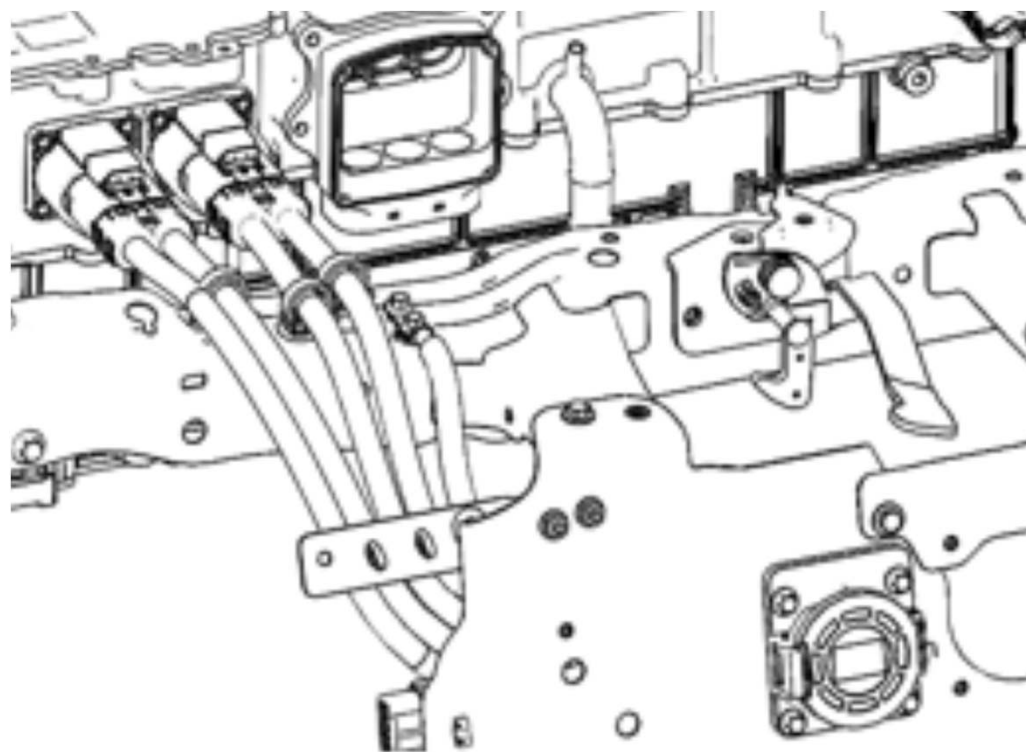

图6-2-14 交流充电口
3) 拆、装交流充电口，如图6-2-14所示。
①拆卸交流充电口：
②安装交流充电口：